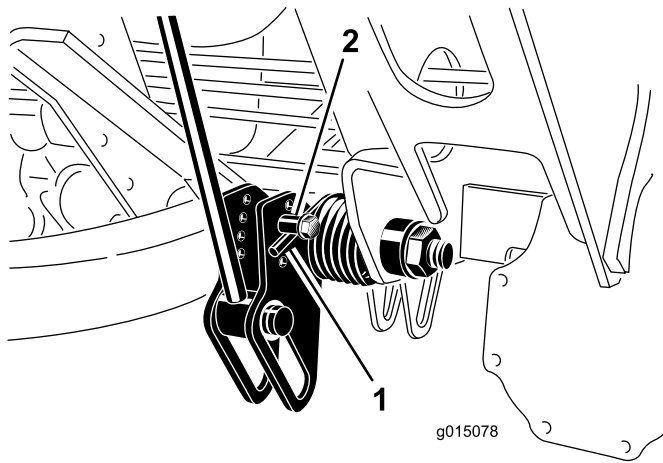

図 41
2. 調整作業の最中に、スプリングのテンションが掛からないようにするため、スプリングの長い方の端にパイプなどを通してスプリングの力を殺しておく (図 41)。
3. スプリングのテンションをなくしたら、スプリングアクチュエータを固定しているボルトとロックナットを外す (図 41)。